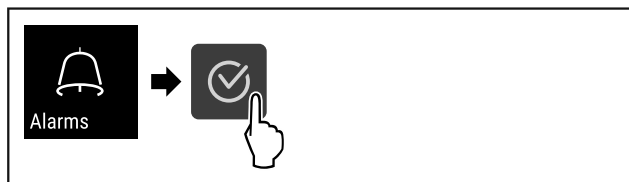

Fig. 106
- ▶ Выполните шаги действия (см. Fig. 106) .